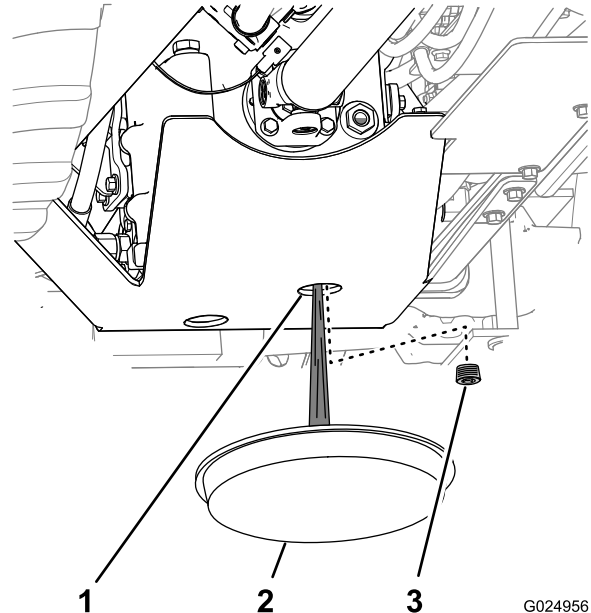

Рисунок 100
2. Подставьте сливной поддон под переднее отверстие щитка трансмиссии (Рисунок 100).
3. Через щиток трансмиссии очистите поверхность вокруг пробки для слива масла трансмиссии (Рисунок 100).